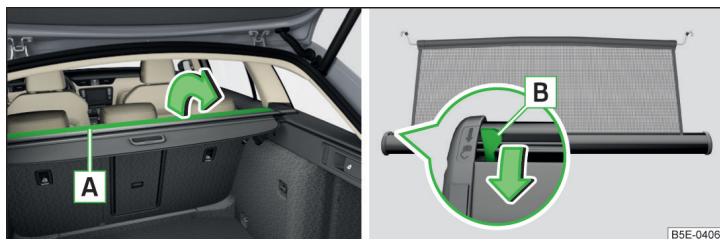

Fig. 148 Rabattez une partie du couvre-bagages enroulable / levier de déverrouillage
- Relevez la partie **A** de la plage arrière enroulable dans le sens inverse de la flèche » fig. 148.
- Rabattez la partie **A** de la plage arrière enroulable dans le sens inverse de la flèche » fig. 148.
Si le filet de séparation bloque lorsque vous le sortez du boîtier, appuyez sur la manette de déverrouillage **B** en procédant dans le sens de la flèche » fig. 148.